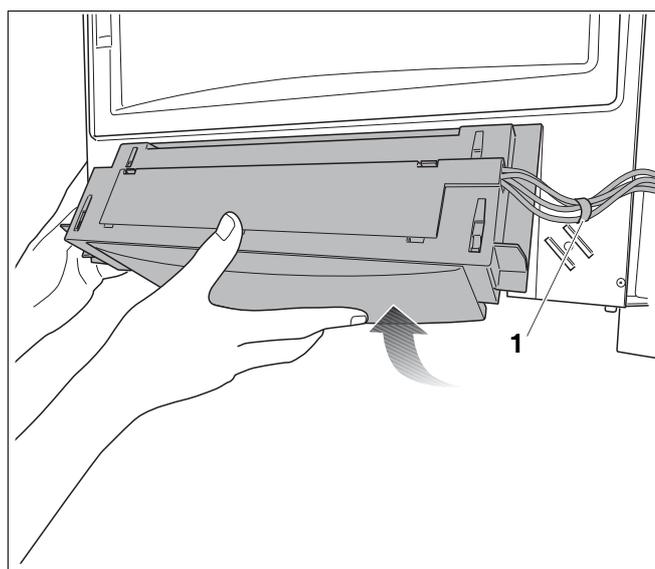

Fig. 108 Rimuovere il pannello di comando
- Allentare e rimuovere la fascetta serracavi (fig. 108, **pos. 1**).